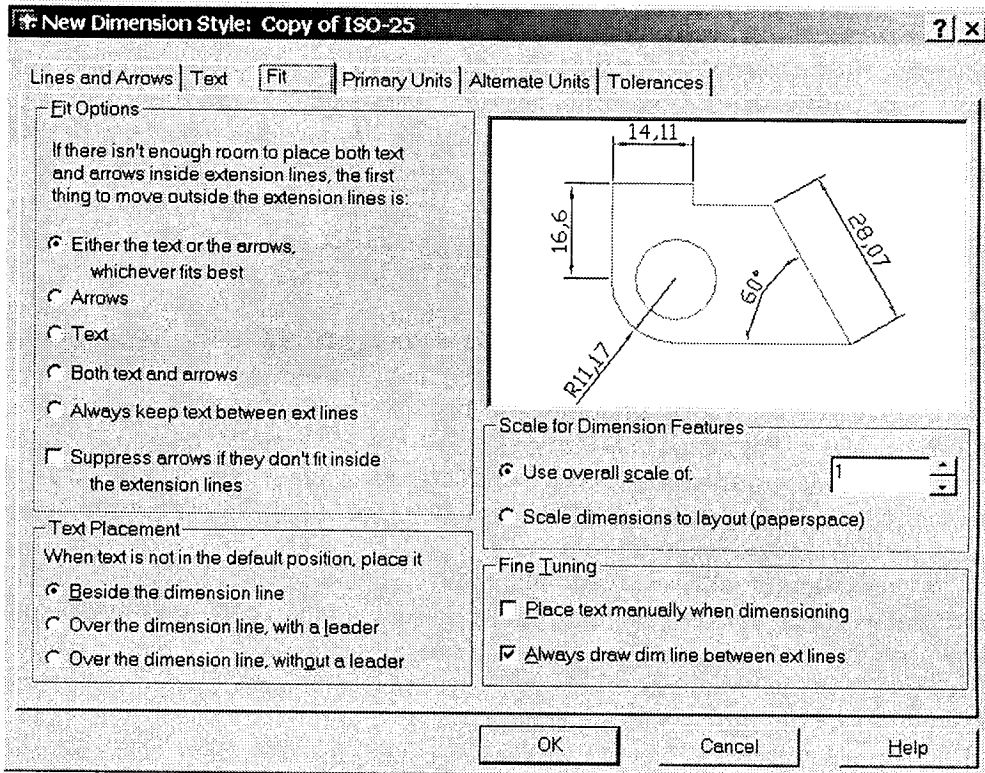

Рис. 8.6
**Вкладка Fit** (див. рис. 8.6) призначена для керування взаємним положенням стрілок та розмірного тексту.
12. Перейдіть на вкладку **Fit** (див. рис. 8.6). Перевірте, чи встановлено перемикач **Either the text or the arrows, whichever fits best** та прапорець **Always Draw Dim Line Between Ext Lines**.